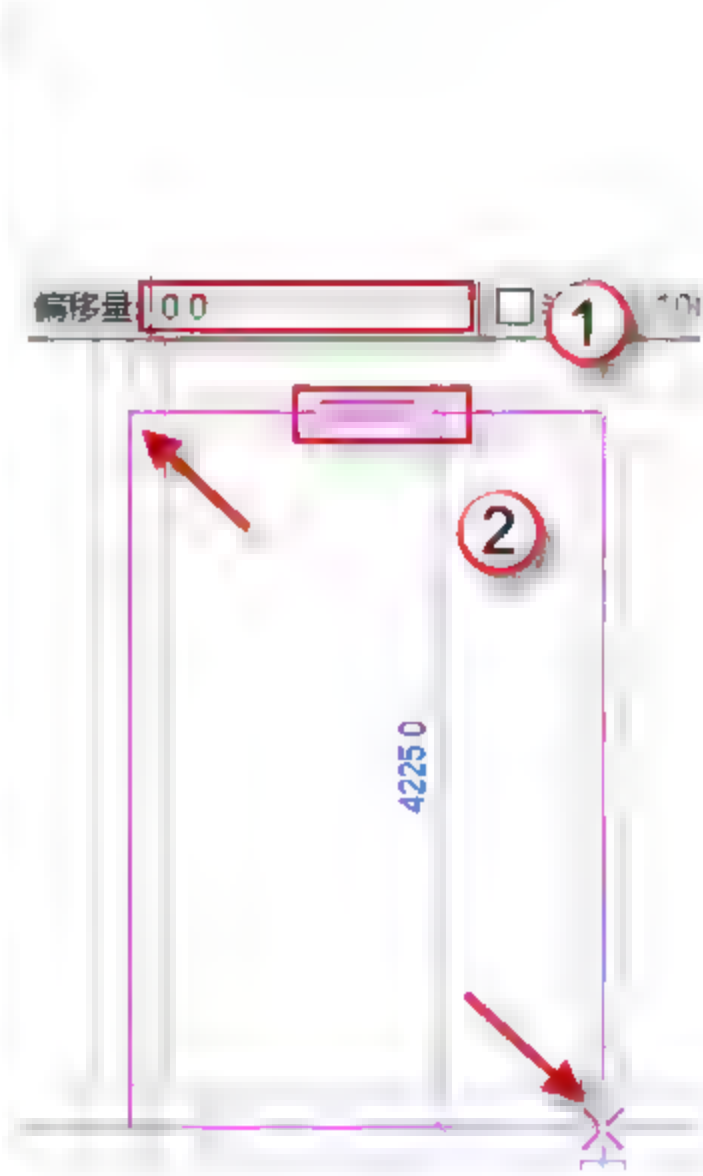

图 4.3.9 绘制 4 号板
(9) 绘制4号板,单击“矩形”按钮,绘制4号板,调整跨方向,将偏移量设置为0,单击√按钮,完成绘制,如图4.3.9所示。